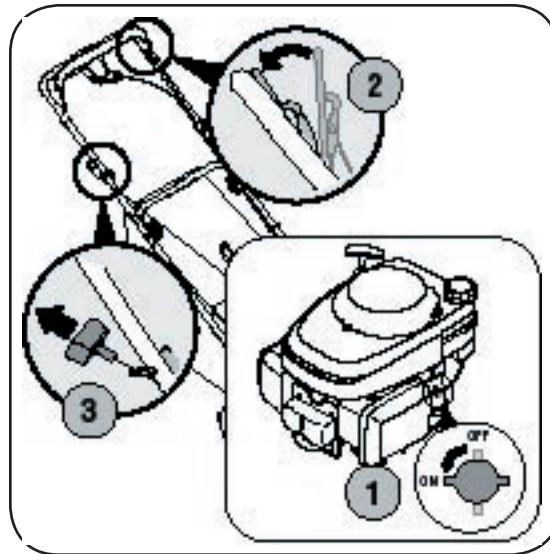

Figura 4-2: Poner en marcha la podadora.
- Coloque la palanca de la válvula de combustible en el lado izquierdo del motor en la posición de ON (ABIERTA). Figura 4-2.
- Colóquese detrás de la podadora, apriete el control de la cuchilla contra la manija superior, Figura 4-2.
- Asiendo estas dos manijas juntas y firmemente, sostenga el arrancador de retroceso y tire de la cuerda con un golpe rápido, continuo y con todo el brazo, Figura 4-2. Si se sostiene con firmeza la manija del arrancador, la cuerda se reboina lentamente. Repita hasta que el motor esté en marcha. Deje que la cuerda se vuelva a enrollar lentamente.